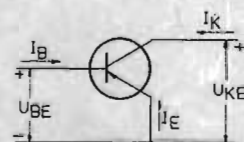

Fig 4
Vid spännings- och strömgivelser användes två index. Första indexbokstaven anger den elektrod vid vilken strömmen mätes eller där elektrodpotentialen mätes i förhållande till en referenselektrod eller annan krets, som därvid anges av andra indexbokstaven. Man räknar därvid att strömriktningen in mot elektroden i transistor från en yttre krets är positiv. (Se fig. 4!) Spänningens polaritet räknas i förhållande till referenselektroden. Sålunda betecknas spänningen mellan kollektor (K) och emitter (E) då kollektorn är negativ i förhållande till emittern, som är jordad, med $-U_{KE}$. Kollektorrestspänningen vid emitterjordad koppling anges genom ett tillägg av en nolla i index, sålunda $-U_{KE0}$.